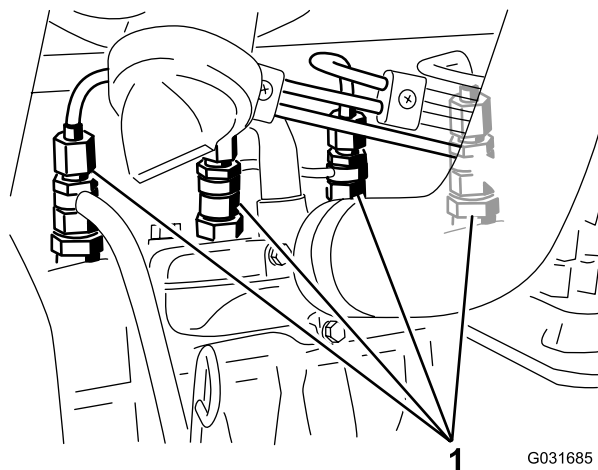

Figura 42
1. Liberte a tubagem que se encontra ligada ao injetor nº 1 e à estrutura de suporte da bomba de injeção (Figura 42).